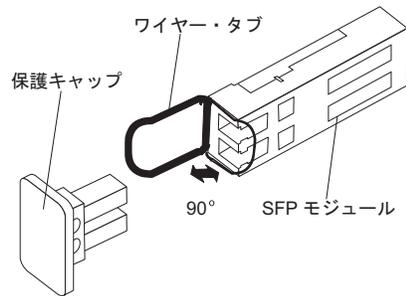

図 3-11. SFP モジュール・ラッチのアンロック - ワイヤー・タブの場合
- ワイヤ・タブが入っている SFP モジュールの場合は、3-10 ページの図 3-11 に示すように、ワイヤ・ラッチを引いて SFP モジュールのラッチをアンロックします。